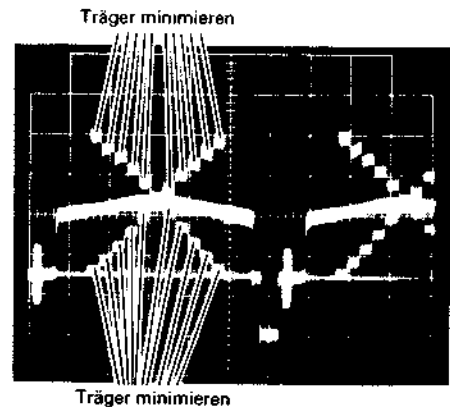

Abb. 4.19 Einstellung des Rot/Blau-Signalgewinns
3. Den RED GAIN Regler (RM1102-1) und den BLUE GAIN Regler (RM1102-2) so abgleichen, daß das Übersprechen der Trägerfrequenz in den einzelnen Schritten der Wellenform minimiert wird (siehe Abb. 4.19).